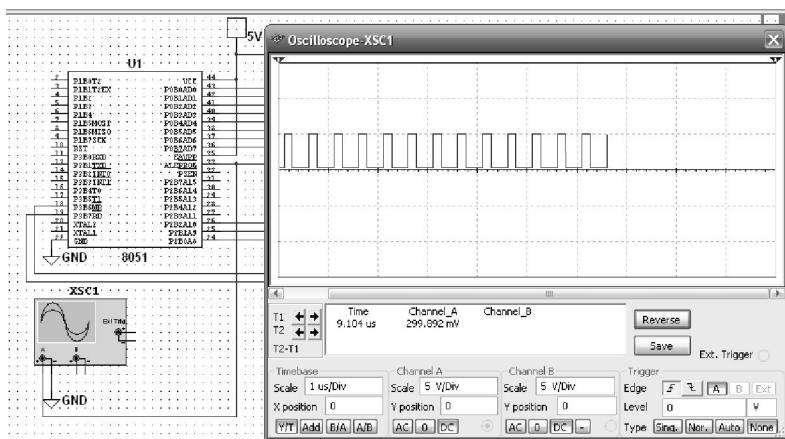

Рис. 2.28. Подключение осциллографа и его инструментальная панель во время моделирования
В заключение лабораторной работы научимся пользоваться виртуальным осциллографом. Произведем подключение осциллографа к данной схеме. Выбираем на панели инструментов иконку Oscilloscope и устанавливаем на рабочей области. Символ осциллографа имеет два канала: Channel A и Channel B. Подсоединяем «+» канала A к выводу ALE/PROG микроконтроллера, «-» – к земле. На панели прибора необходимо указать деление временной шкалы, равное одному машинному циклу, то есть 1 мкс. Выбираем по оси у цену деления для канала A, примем ее равной 5 В. После запуска моделирования виден процесс генерации сигнала ALE, дважды за машинный цикл (рис. 2.28).
1. Подключить к МК внешнее ОЗУ емкостью N кбайт (табл. 2.9) и используя тестовый набор XX, произвести тестирование области памяти 1 кбайт, начиная с адреса ZZZ. Включить светоиндикатор, если записанный и считанный из ячейки памяти наборы не совпадают. Подключить осциллограф, как показано на рис. 2.28, и снять осциллограмму с вывода 0 ALE МК.
2. Подключить к МК внешнее ПЗУ емкостью N Кбайт (табл. 2.10). Подсчитать контрольную сумму области памяти емкостью Кбайт, начиная с адреса ZZZ и сравнить ее с константой, находящейся в резидентном ПЗУ. Если сравниваемые величины совпадают, тестирование ПЗУ прошло успешно, иначе включить светоиндикатор. Подключить осциллограф, как показано на рис. 2.28, и снять осциллограмму с вывода ALE МК.